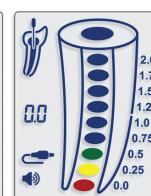

図 10
- 5.4.13. 根尖孔(0.0)に到達することは根管画像内の赤色部分(図10)と一定の音声で示されます。歯内定規を使用して電子的に長さが測られます。その長さから0.5~1.0mm引いたのが治療する長さです。